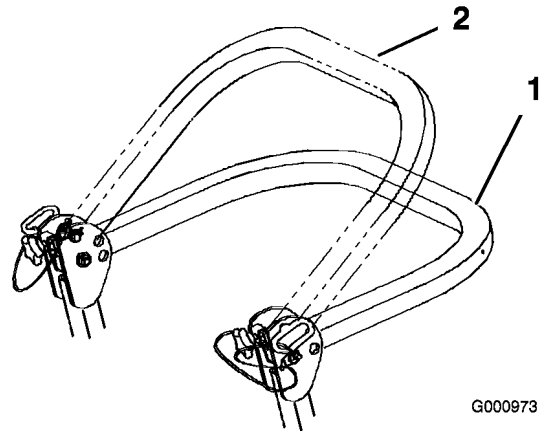

Figure 5
3. Abaissez l'arceau de sécurité à la position abaissée. La position abaissée est à deux niveaux (voir Figure 5).